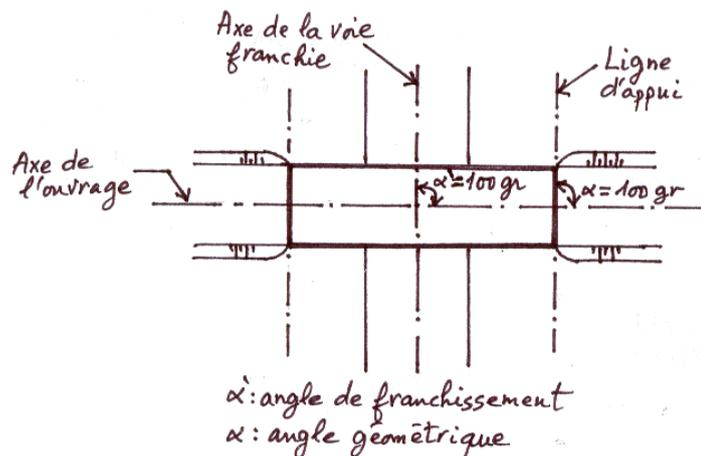

Fig. 10 Vue en plan d'un pont droit en géométrie et en franchissement.
- **Pont droit** : Lorsque l'axe longitudinal du pont fait un angle droit avec les lignes d'appui transversales, le pont est droit géométriquement. Dans le cas où l'axe longitudinal du pont fait un angle droit avec l'axe de la voie franchie, on dit que l'angle de franchissement est droit (fig. 10).